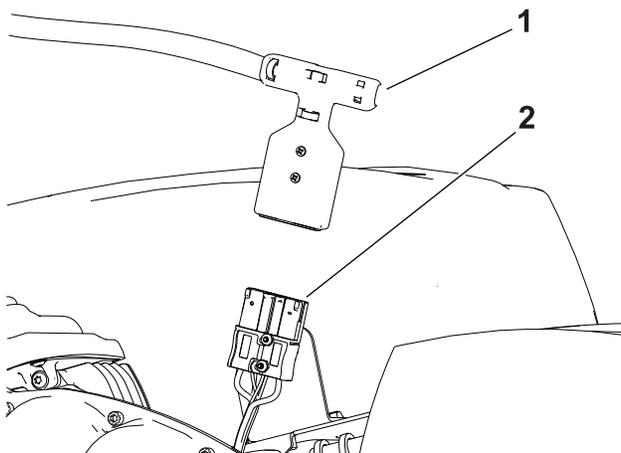

Figure 25
5. Débranchez la batterie en détachant le connecteur à poignée en T du connecteur d'alimentation principale (Figure 25).